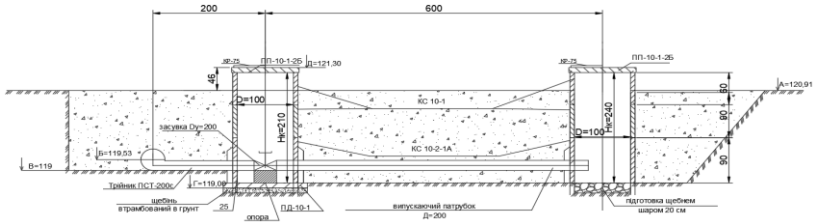

Рис. 22. Планова прив'язка проміжної скидної споруди
5. Викреслюємо колодязь в масштабі 1:40 (рис. 22).